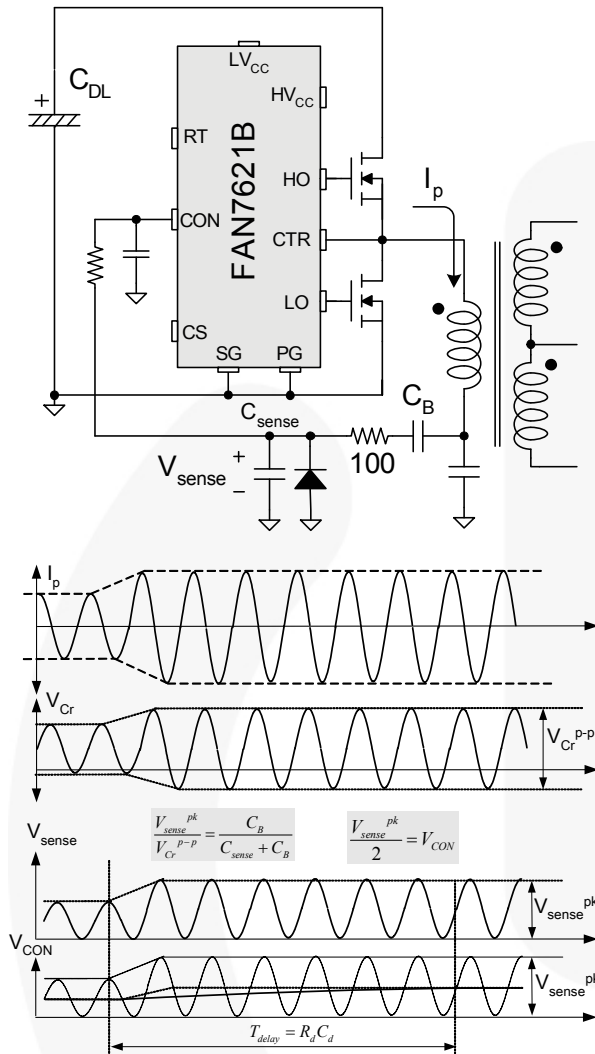

图 27. 使用谐振电容电压的电流感测
为最大程度地减小功耗，通常将电容分压器用于电容电压感测，如图 27 所示。
5.3 过载保护 (OLP): 过载定义为因意外异常事件导致超过其正常电平的负载电流。在这种情况下，应触发保护电路以保护电源。但是，即使电源处于正常状况，在负载变化期间也可能发生过载情况。为避免提前触发保护，过载保护电路应设计为仅在一定时间后触发，以确定这是瞬态情况还是真正的过载情况。图 27 显示典型过载保护电路。通过感测控制引脚上的谐振电容电压，可实施过载保护。通过使用 RC 时间常数，也可引入关断延迟。在控制引脚上获得的电压由下式给出：